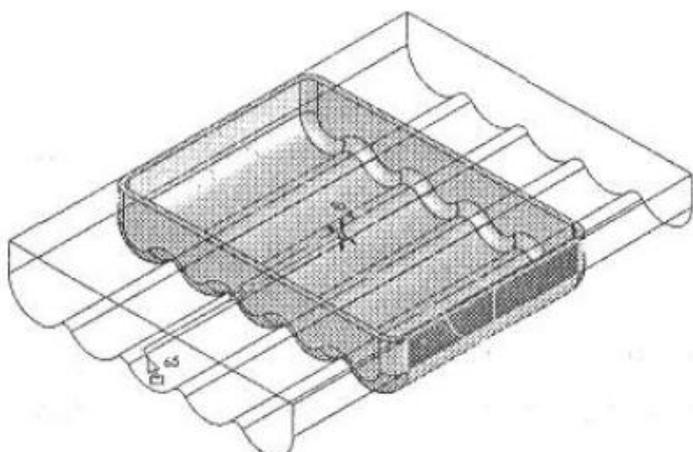
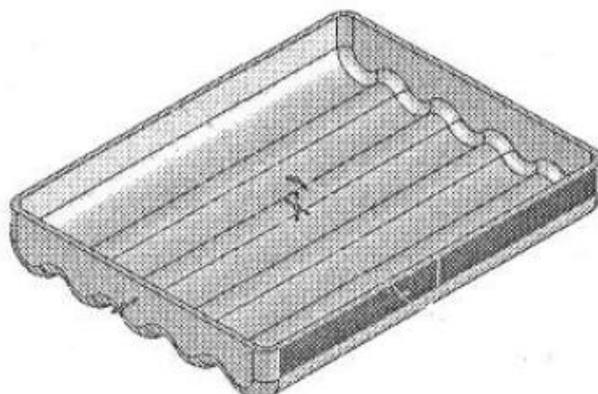

Рис. 4.20. Перетаскивание маркера изменения размеров
Рис. 4.21. Отредактированный элемент
4. Динамически измените модель, как показано на рис. 4.20 - 4.21.
4. Отпустите левую кнопку мыши после перетаскивания элемента на некоторое расстояние. Предварительное изображение изменяемого элемента показано на рис. 4.20. Отредактированный элемент показан на рис. 4.21.